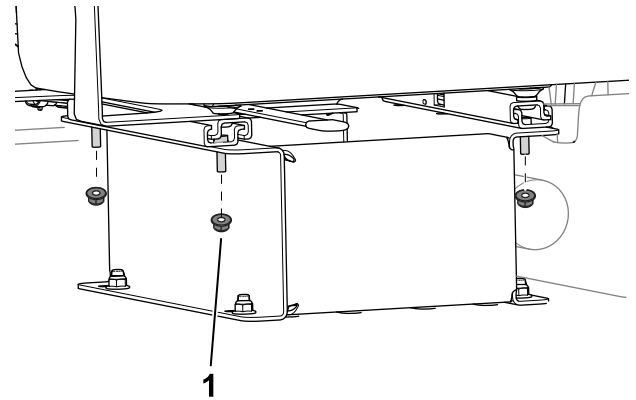

図 3
1. ナット 4 個を使用して運転席をベースに固定する 図 3。